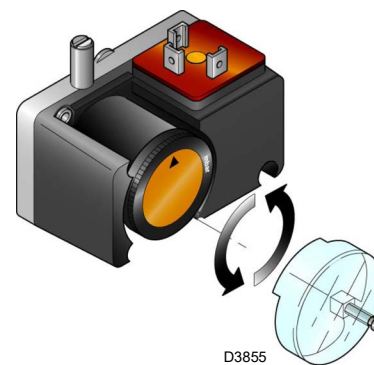

Fig. 31
- Régler le pressostat pour le contrôle d'étanchéité (Kit PVP) (Fig. 31 à la page 32), si présent, conformément aux instructions fournies avec le kit.
Régler le pressostat pour le contrôle d'étanchéité (Kit PVP) (Fig. 31) si présent, conformément aux instructions fournies avec le kit.